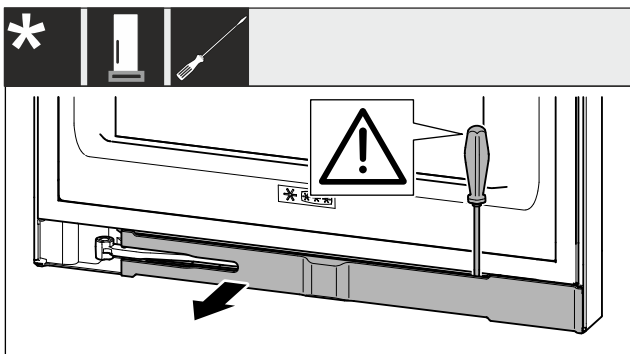

Fig. 3
- ▶ Lossa panelen med spårskruvmejsel och sväng den åt sidan Fig. 3 (1).